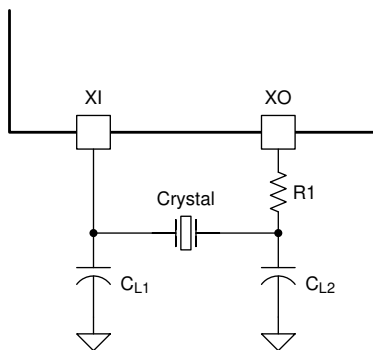

图 9-4. 晶体振荡器电路
如果利用晶振运行，建议使用 25MHz 的并联谐振 20pF 负载晶体。有关晶体谐振器电路的典型连接图，请参阅 图 9-4。负载电容值因晶体供应商而异；请咨询供应商以了解建议的负载。有关更多详细信息，请参阅应用报告：《德州仪器 (TI) 以太网物理层收发器的晶体选择和规格》。